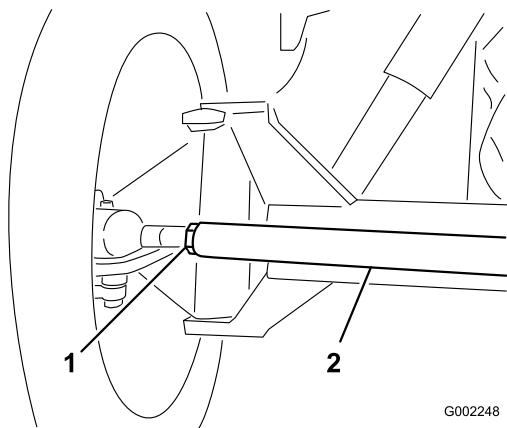

图 89
3. 如果测量值超出规定的范围、请松开横拉杆两端的锁紧螺母 图 89。